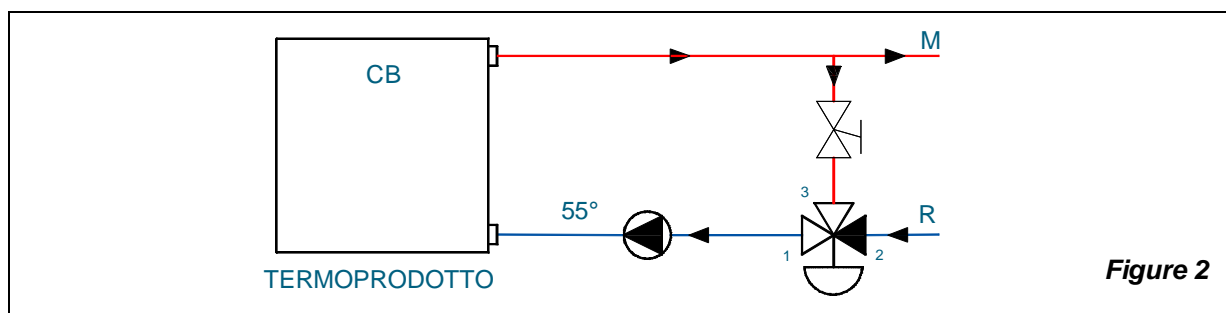

Figure 2
Les liaisons 1 et 3 sont toujours ouvertes et, avec la pompe installée sur le retour (Figure 2 R), elles garantissent la circulation de l'eau à l'intérieur de l'échangeur de la chaudière à biomasse (CB).